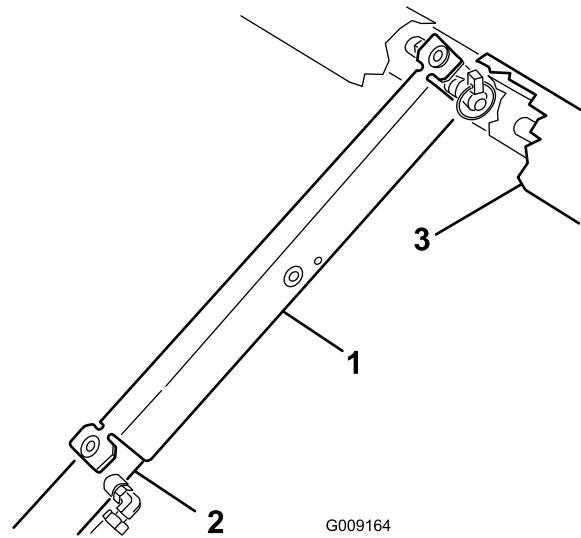

Bild 29
3. Schieben Sie die Ladepritschenstütze auf die Zylinderstange. Achten Sie darauf, dass die Stützenendlaschen auf dem Ende der Zylindertrommel und auf dem Ende der Zylinderstange aufliegen (Bild 29).